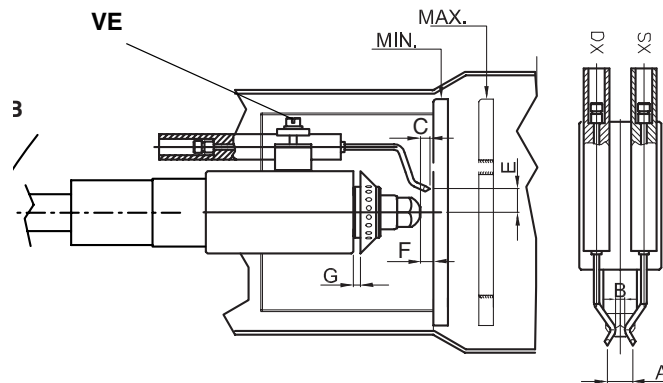

Рис. 48
- проверка запальных электродов и соответствующих керамических изоляторов, чистка, возможно их закрепление и, при необходимости, замена (см. Рис. 48-Рис. 48);